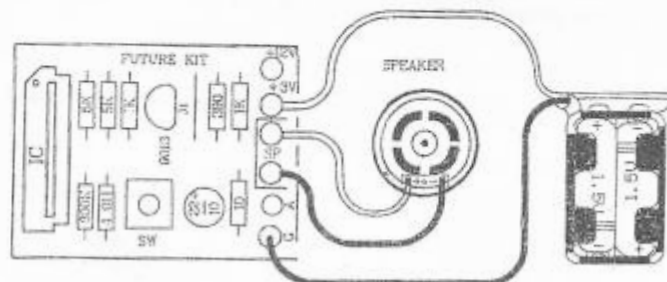

Рис.3 Монтажная схема
4. Установите все детали согласно рис.3 в следующей последовательности: сначала малогабаритные, а потом все остальные элементы.